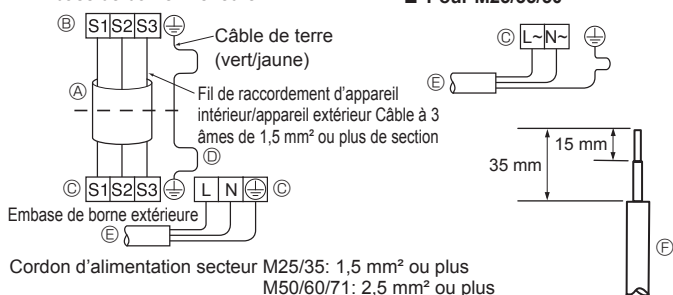
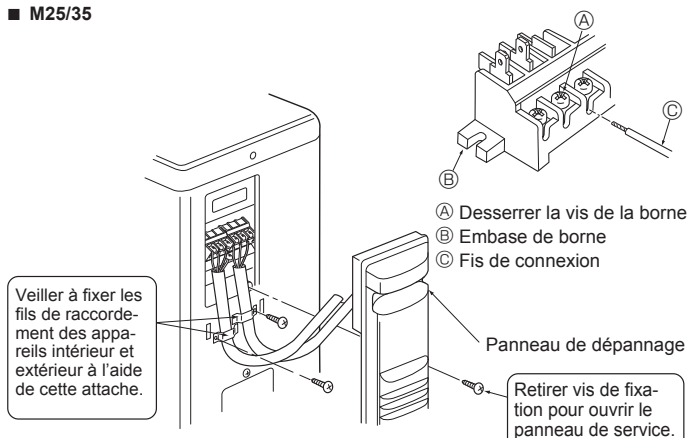
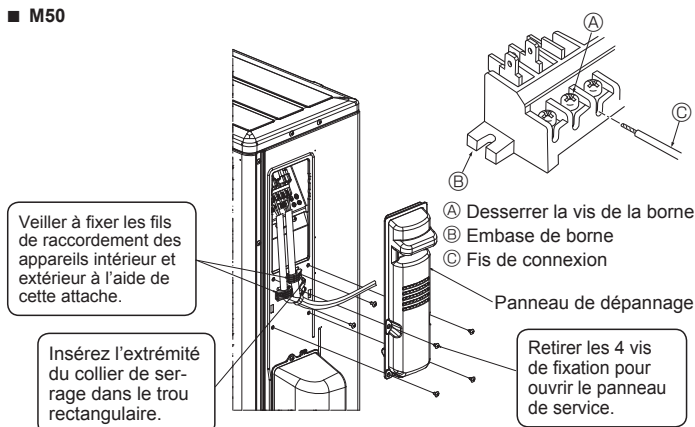
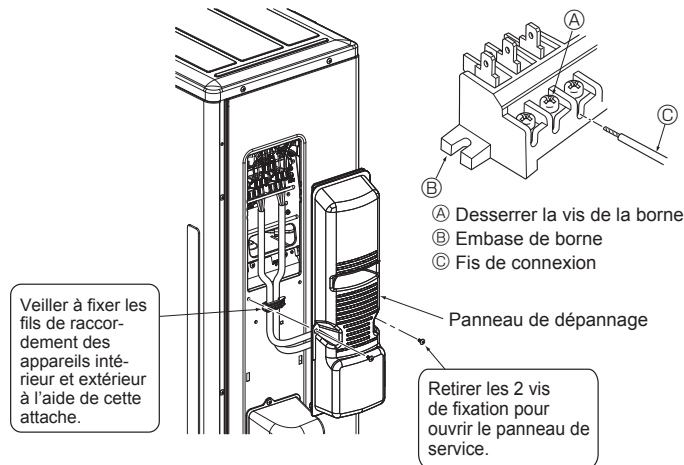

Fig. 6-2
Fig. 6-3
Fig. 6-4
Fig. 6-5
6.1. Appareil extérieur (Fig. 6-1, Fig. 6-2, Fig. 6-3, Fig. 6-4, Fig. 6-5)
- ① Déposez le panneau de service.
- ② Raccordez les câbles conformément aux Fig. 6-1, Fig. 6-2, Fig. 6-3, Fig. 6-4 et Fig. 6-5.
- Effectuez le câblage selon le diagramme en bas et à gauche. (Veuillez vous procurer le câble localement) (Fig. 6-2)
- (A) Câble de connexion
- (B) Embase de borne inférieure
- (C) Embase de borne extérieure
- (D) Posez toujours un câble de mise à la terre plus long que les autres câbles.
- (E) Cordon d'alimentation
- (F) Fis de connexion